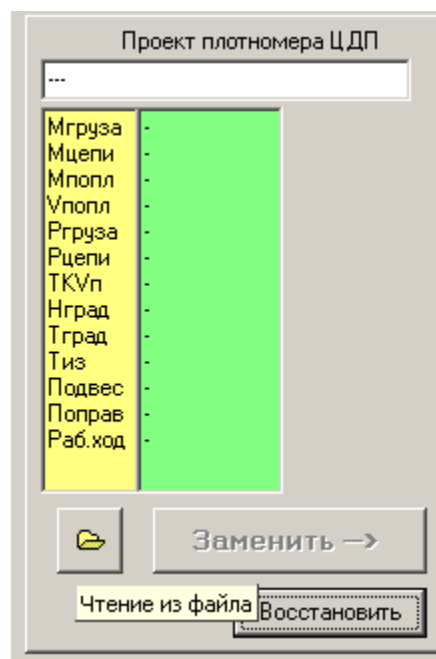
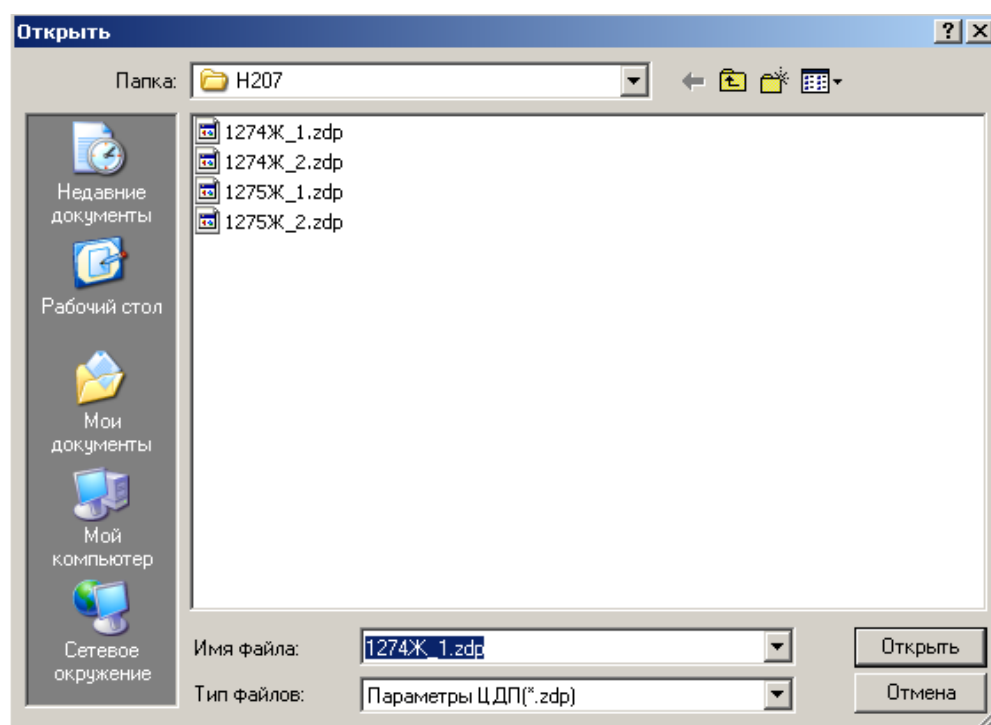

Рисунок 6.6
Рисунок 6.7
6.1.5 С помощью ЛКн нажать на кнопку «Чтение из файла» (рисунок 6.6) и выбрать файл с проектом плотномера для замены (рисунок 6.7). Проекты плотномеров – это файлы с расширением .zdp, предварительно размещённые в подкаталоге /Konf/Bas/. При этом подкаталог /Konf размещается в корневом каталоге диска, с которого запускается программа Diap_ZDP+_XX.exe.